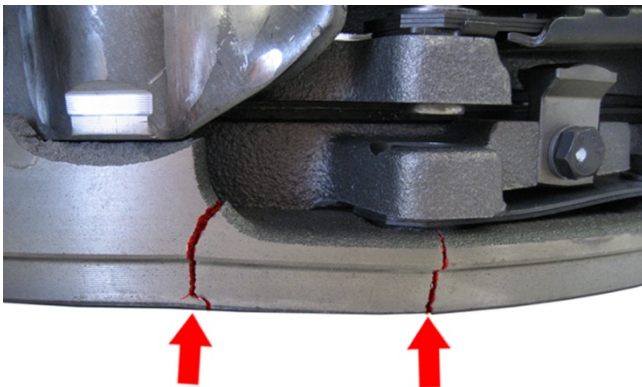
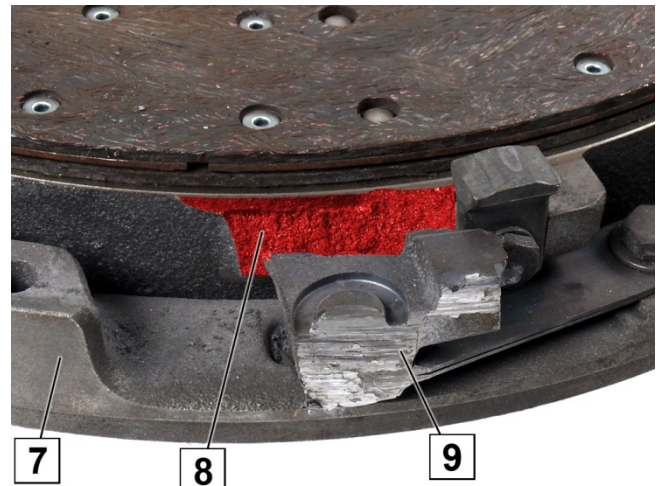

Fig. 2: Anello intermedio rotto
Fig. 3: Anello intermedio, occhiello rotto e levigato sulla campana del cambio
Non montare la frizione a due dischi (fig. 2) con anello intermedio rotto. L'anello intermedio rotto provoca difficoltà di separazione. L'occhiello rotto (9) dell'anello intermedio (7) si muove verso l'esterno per la forza centrifuga e danneggia o distrugge la campana del cambio (fig. 3).
- Controllare la presenza di punti di rottura nell'anello intermedio (7) (fig. 2).
- Controllare la presenza di punti di rottura nell'anello intermedio (7), dietro agli occhielli (6). Un occhiello rotto può sporgere fuori dal diametro esterno della scatola della frizione (1).